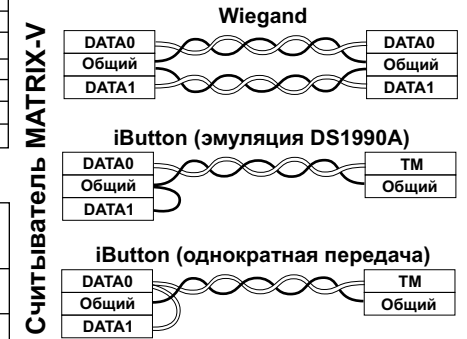
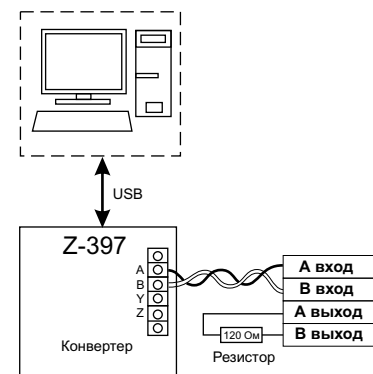

Рис.3 Выбор протокола передачи
Рис.4 Схема подключения по RS-485
- при подключении по Wiegand-26 первая витая пара подключается между GND и DATA0, а вторая витая пара подключается между GND и DATA1 (Рис.3);
- при подключении по RS-485 один провод витой пары подключается на А, второй на В (Рис.4).
Считанный номер идентификатора передаётся на выходы DATA1 и DATA0 по протоколам iButton или Wiegand-26 в зависимости от выбора протокола передачи (рис.3), а также на "А вход" и "В вход" по интерфейсу RS-485 (рис.4).